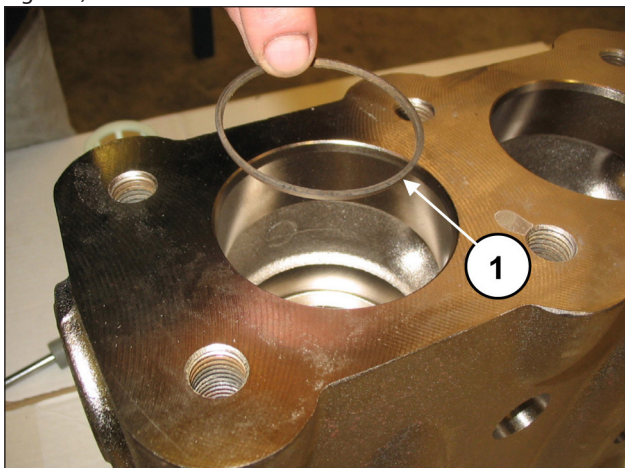

Fig. 113
Placer la bague anti-extrusion, rep. vue éclatée n° 5 (rep. ①, Fig. 113).